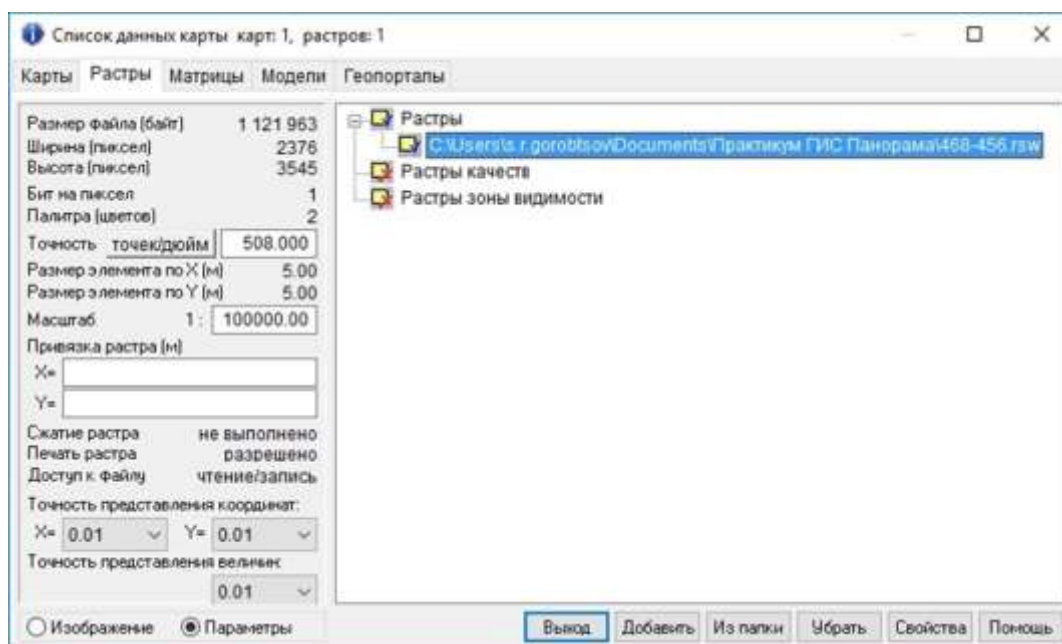

Рис. 6. Пример диалога при заполнении значений параметров
9. Для совмещения растрового изображения и рамки выбрать команды в меню Вид/Список растров. В появившейся таблице должна быть активизирована строка, указывающая путь к растровому изображению. Активизировать кнопку **Параметры** (рис.6). В левой части таблицы внести:
Затем нажать кнопку **Выход** (рис. 6).